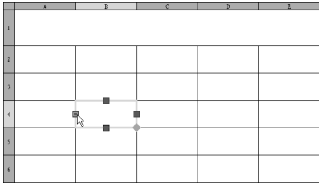

图 7-32 改变单元行宽的示例
3) 如果要修改选定单元的列宽，可以拖动左侧或右侧的夹点，如图 7-32 所示。如果选中多个单元，每列的列宽将做同样的修改。